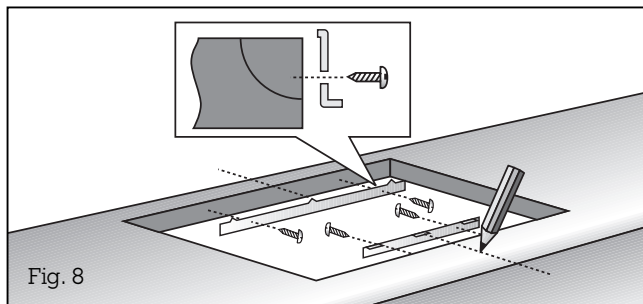

Fig. 8
- **Repérez avec précision le milieu** de la découpe. Fixez le rail de fixation long sur le bord arrière et le rail court à l'avant de la découpe. Vérifiez que les ergots du rail de fixation reposent sur le plan de travail et que la marque du milieu du rail coïncide exactement avec la marque du milieu du plan de travail (fig. 8).